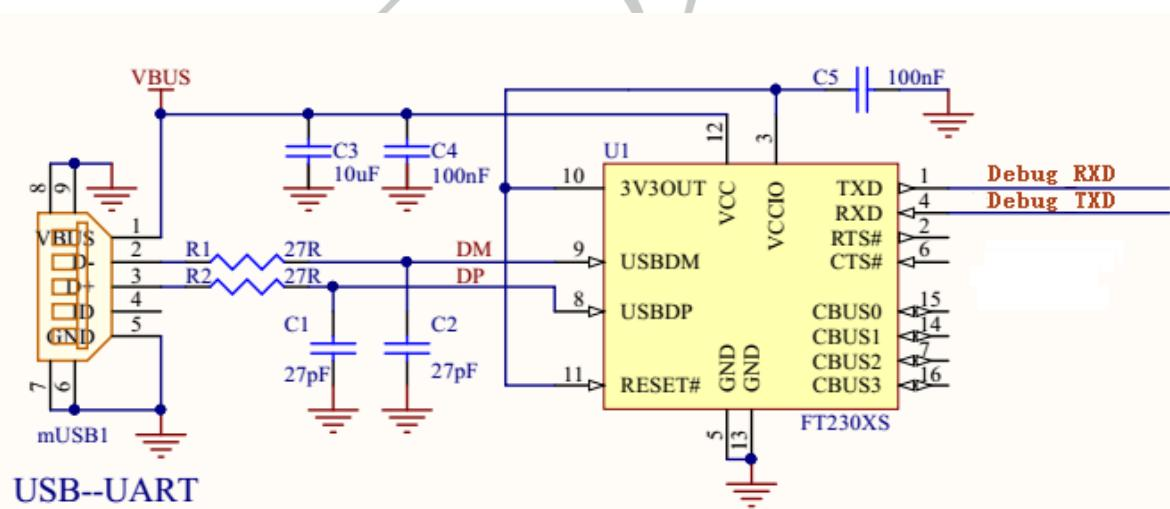

图 9.USB 转串口参考电路
- 庆科出厂的模块存储条件如下 ( 存储环境如 6.4 节图 9 所示 ) :